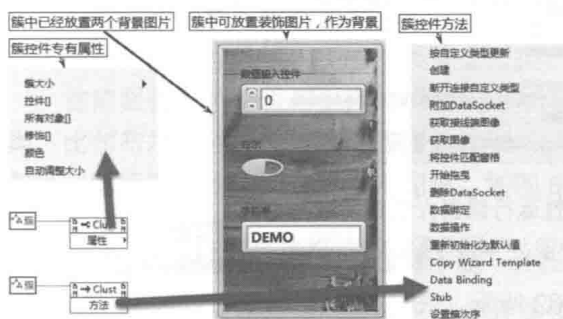
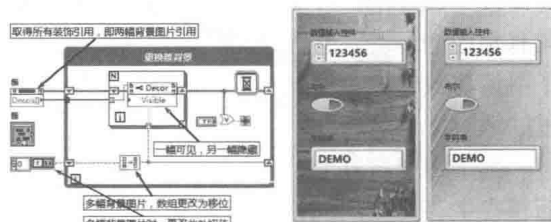

图 6-58 簇的专有属性与专有方法
图 6-61 更换簇背景图片
簇控件继承于控件类，拥有所有控件类的属性和方法。簇控件有几个重要的专有属性，如图 6-58 所示。簇控件继承了控件类的方法，它没有提供专有的方法。
(3) 使用簇控件显示不同背景。如图 6-58 所示的簇，其中预先放置了两幅背景图片。当前只能看到其中一幅背景图片，在图 6-61 所示的程序框图中，依次切换这两幅图片的显示，实现更换背景。